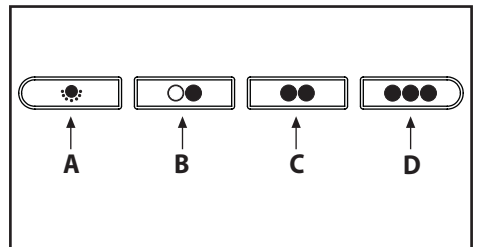

Fig.13
• **Comandi meccanici (Fig.13)** la simbologia è di seguito riportata: